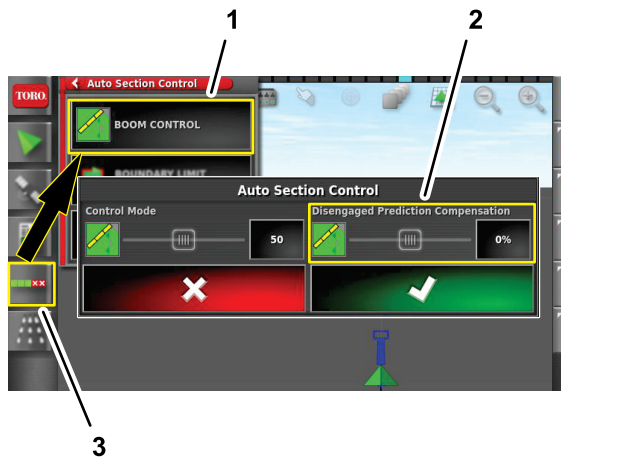

Figure 109
1. Appuyez sur l'icône COMMANDE DE SECTION AUTOMATIQUE (Figure 109).
2. Appuyez sur l'icône COMMANDE DE RAMPE (Figure 109).